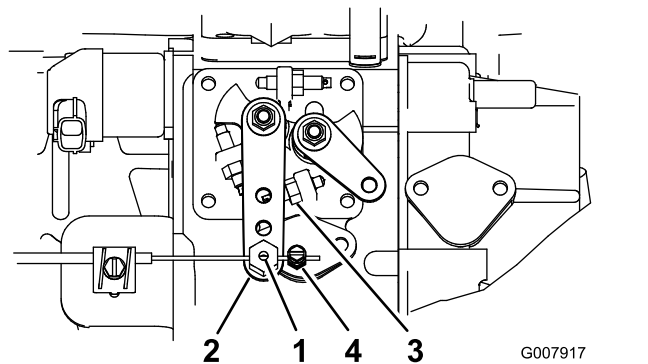

Figura 55
2. Allentate il raccordo del cavo dell'acceleratore, sul cavo dell'acceleratore, vicino alla leva della pompa di iniezione (Figura 55).
3. Tenete il braccio della leva della pompa di iniezione contro il fermo del minimo alto (Figura 55).